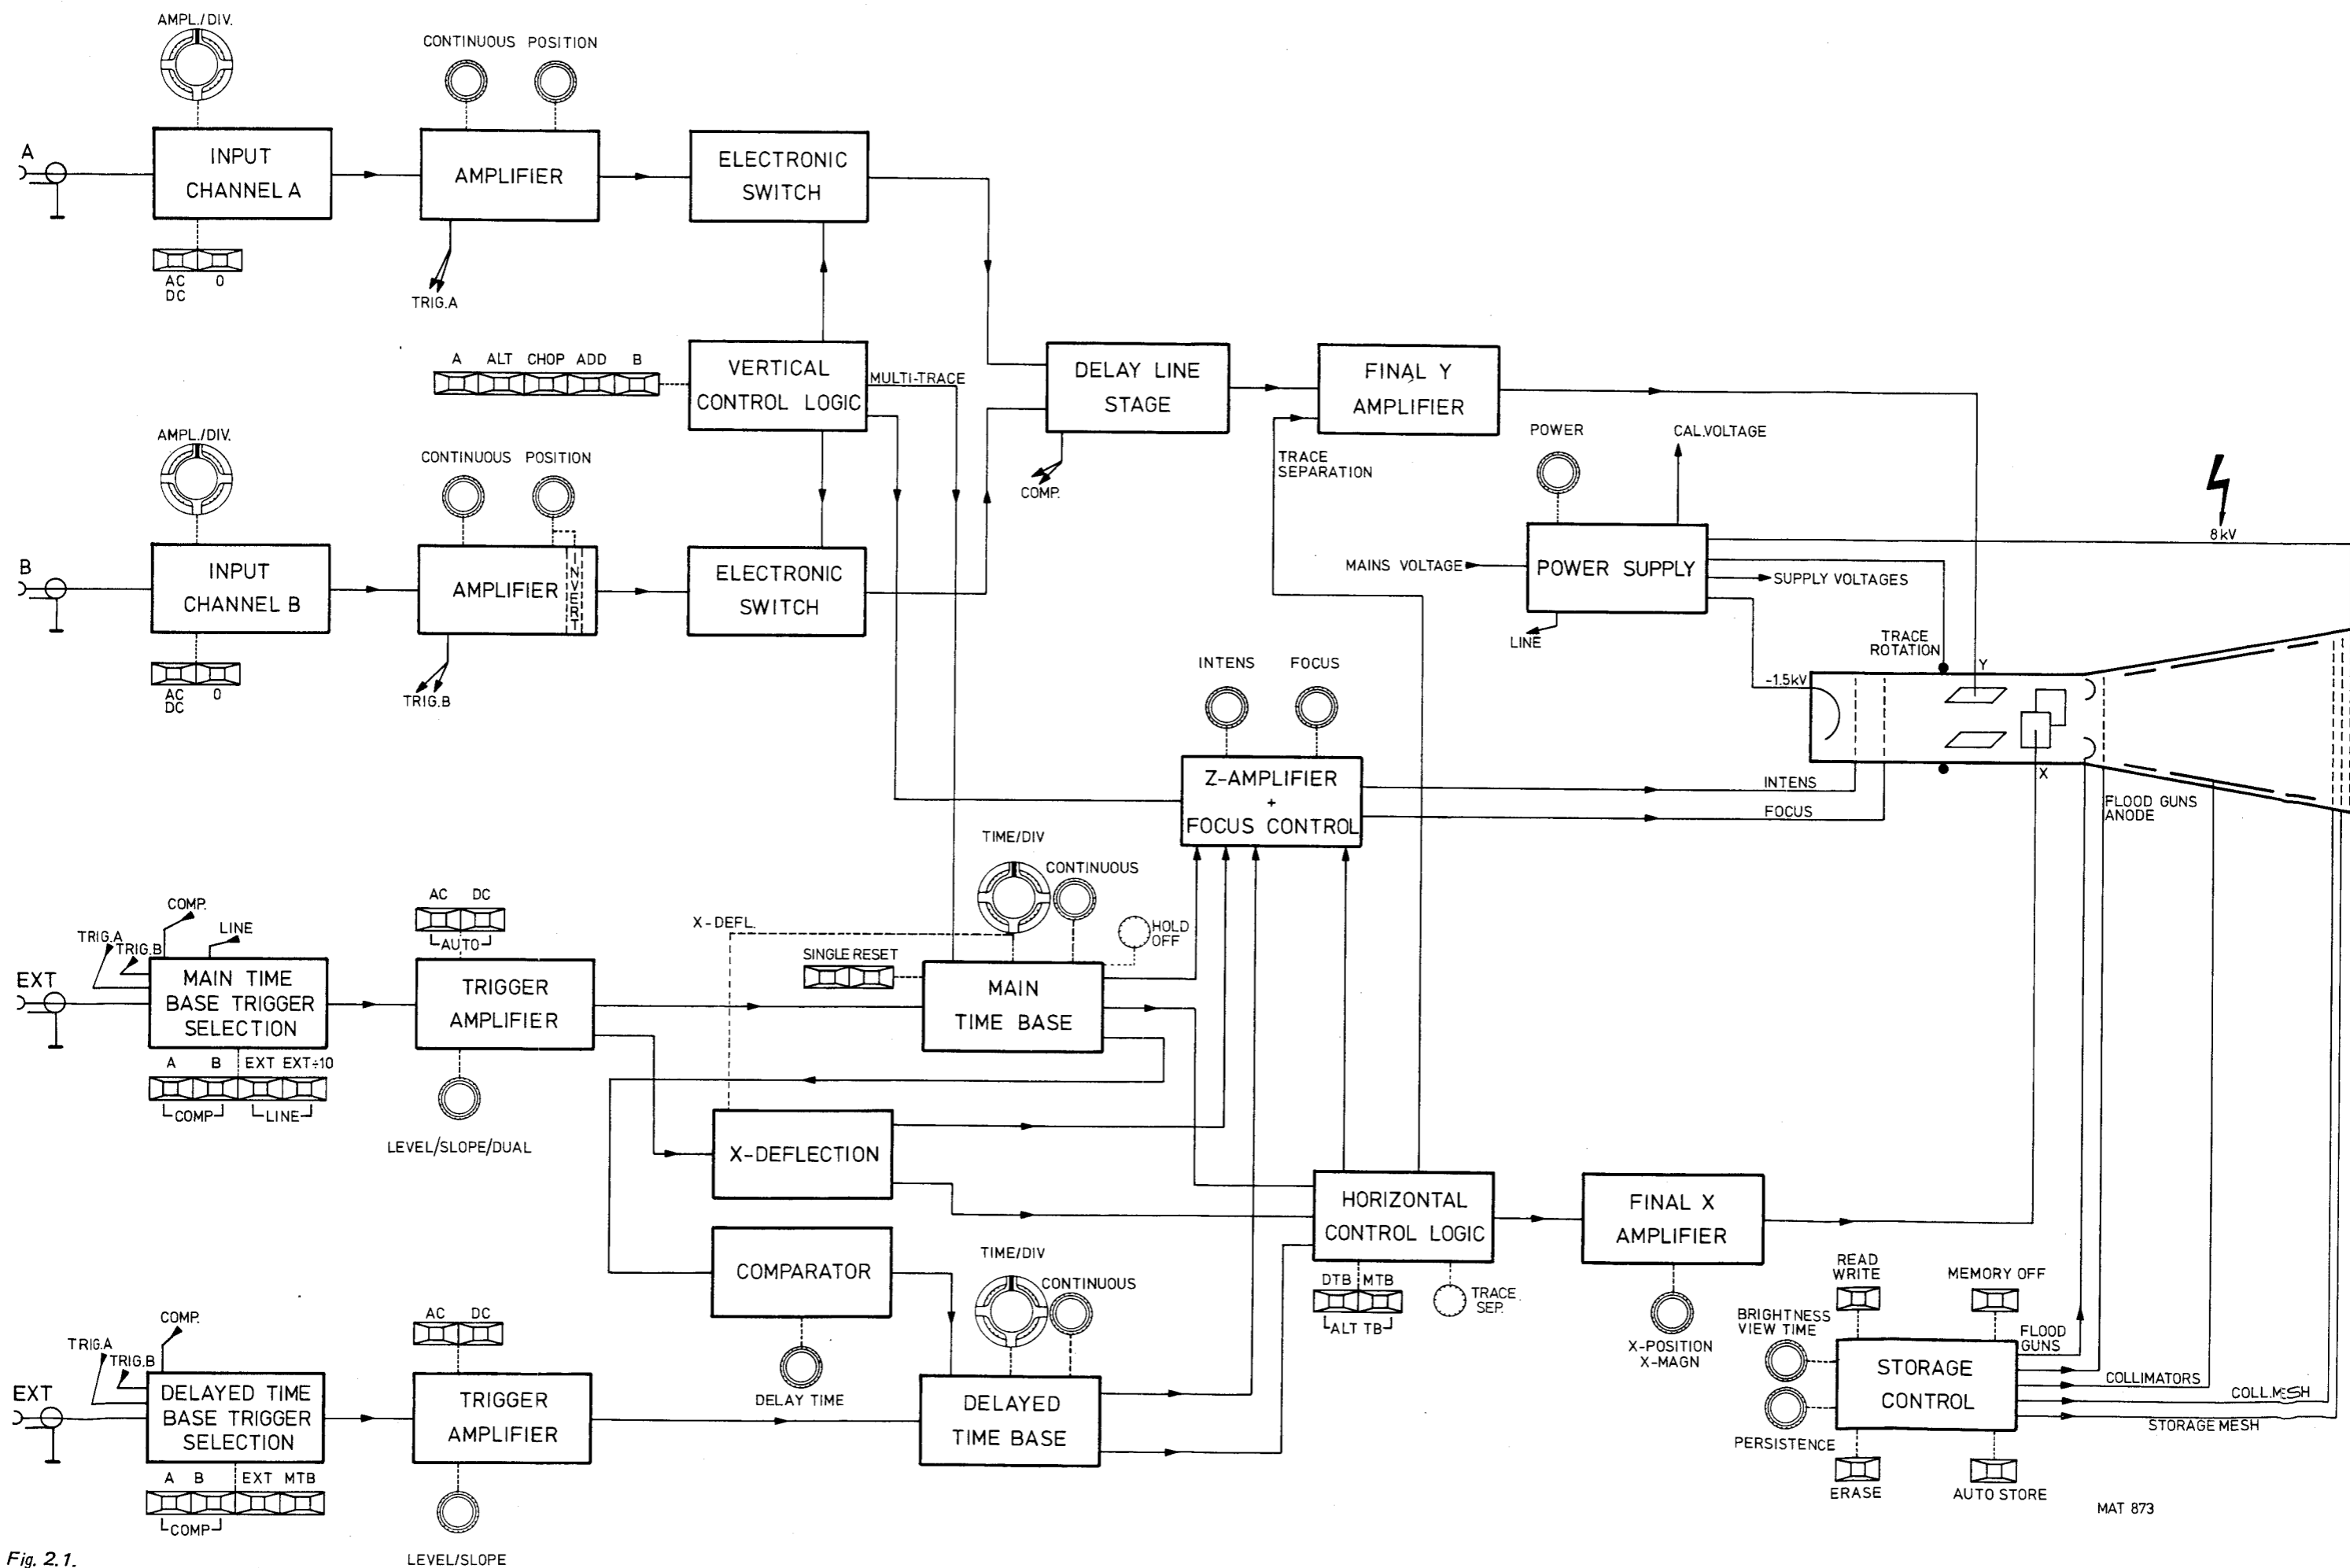

Fig. 2.1.
2.1. BLOCK DIAGRAM DESCRIPTIONS (Fig. 2.1.)